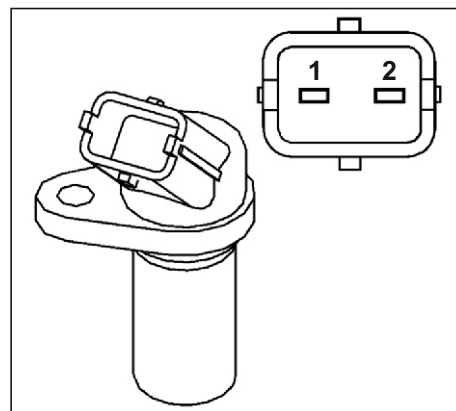

Рис. 91. Датчик фазы.
**Датчик фазы. (см. Рис. 91)**